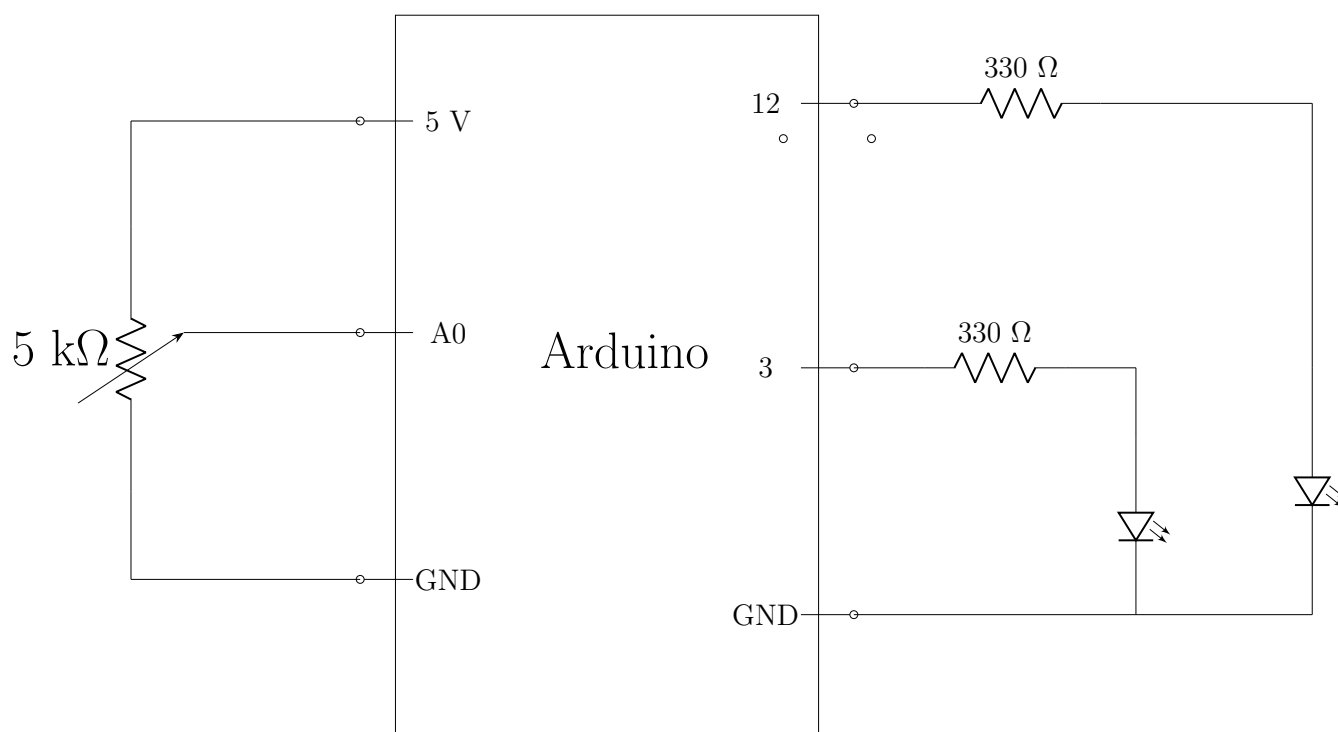

Figura 1.1: Circuito de Arduino con potenciómetro y dos LEDs.
- a. Realice las conexiones del circuito tal y como se indica en la Figura 1.1.